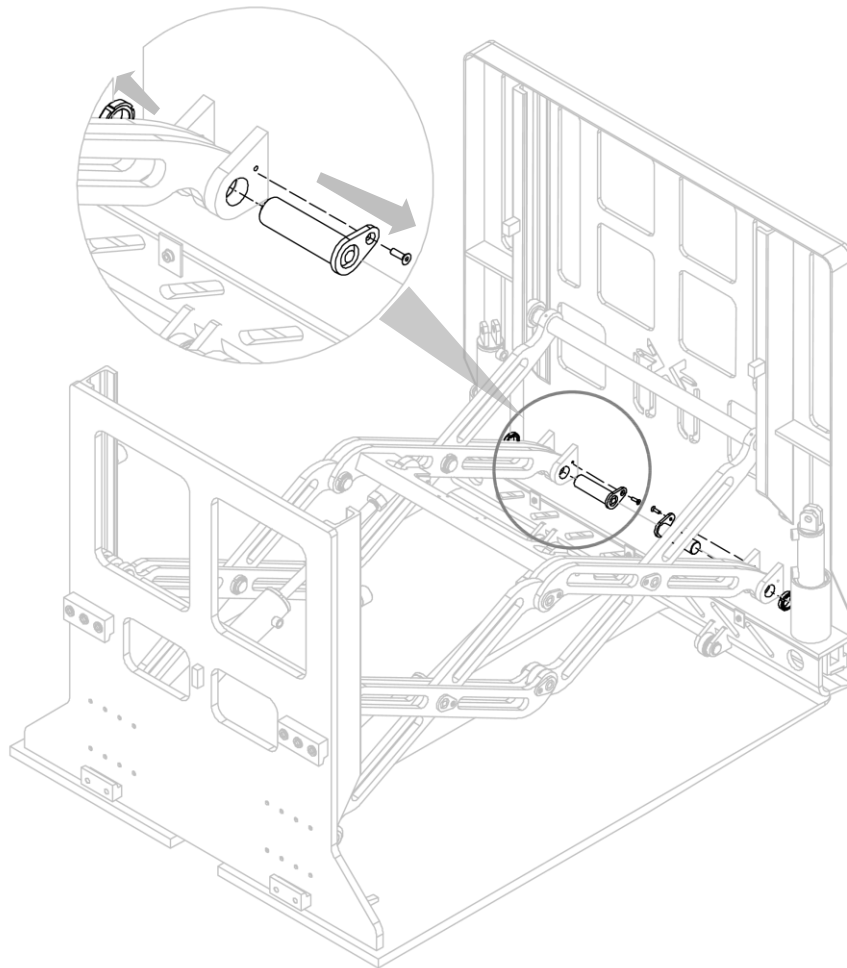

Figura 18
2. Rimuovere i perni (con le relative viti e ghiera) indicati in *Figura 18*.